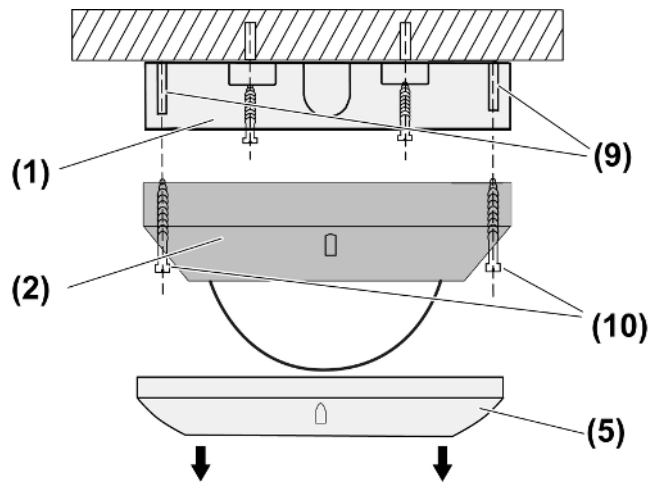
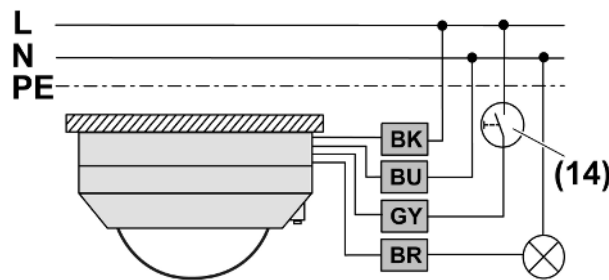
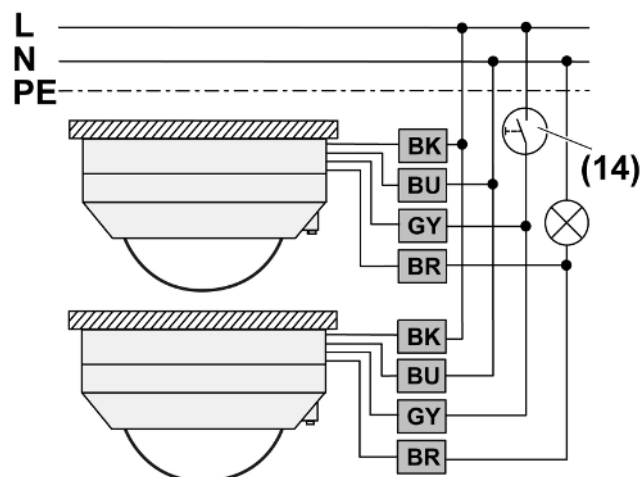

Bild 7: Montage
Bild 9: Anschlussplan Einzelgerät
Bild 10: Anschlussplan Parallelschaltung zur Erweiterung des Erfassungsfeldes
- (1) Anschlusskasten
- (2) Sensoraufsatz
- (5) Zierring
- (9) Befestigungsdome
- (10) Schrauben
- Zierring (5) abziehen (siehe Bild 7).
- Schrauben (10) lösen (siehe Bild 7).
- Sensoraufsatz nach Anschlussplan anschließen (siehe Bild 9) oder Sensoraufsätze nach Schaltplan parallel schalten (siehe Bild 10).
- Optional Taster (14) anschließen (siehe Bild 9) oder (siehe Bild 10). Dieser wird nur benötigt, wenn auch eine manuelle Bedienung gewünscht ist.
- i** Bei Einzelgeräten kann alternativ zum Taster (14) auch eine 2-Draht-Nebensstelle verwendet werden.
- Sensoraufsatz (2) mit Schrauben (10) und Befestigungsdome (9) auf Anschlusskasten (1) schrauben (siehe Bild 7).